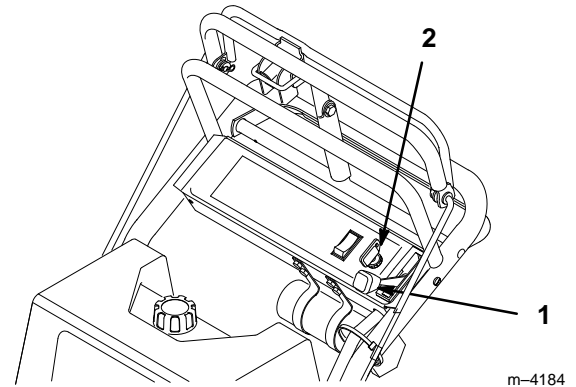

Figure 12
1. Mettre la commande des gaz en position "LENT" (Fig. 12).
2. Tourner la clé de contact sur "ARRET" (Fig. 12).